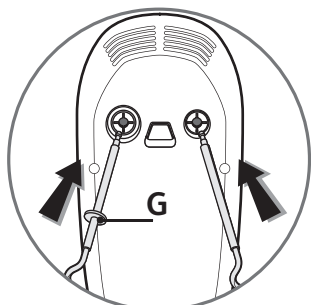

fig.1
- Вставьте ножки каждого из венчиков (B или F) или крюка (D) в специально предназначенные для этого
отверстия и зафиксируйте их. **Венчики и крюки имеют специфическую форму, крюк или венчик с устройством, предотвращающим неверное соединение (G), вставляется слева, в более широкое отверстие (Рис.1).**
- Вставьте ножки каждого из венчиков (C) или крюка (E) в специально предназначенные для этого отверстия и зафиксируйте их. **Венчики и крюки имеют специфическую форму, крюк или венчик с устройством, предотвращающим неверное соединение (G), вставляется слева, в более широкое отверстие (Рис.1).**
- Установите подставку (H) на рабочую поверхность стола: